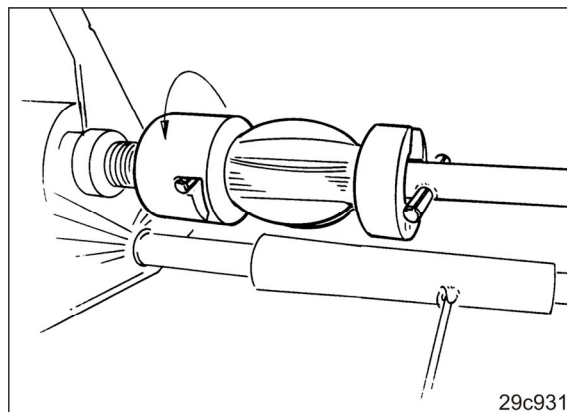

Fig. 199
3. Désactiver la moitié gauche de l'arbre de distribution (Fig. 199).